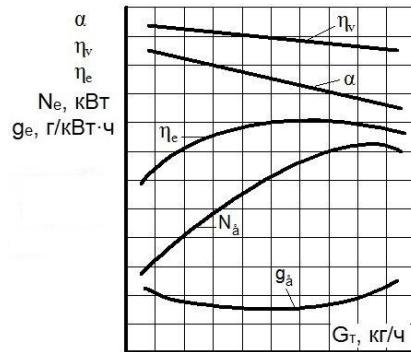

Рисунок 6 – Регулировочная характеристика карбюраторного двигателя по составу смеси
**29. Регулировочная характеристика карбюраторного двигателя по составу смеси (рис. 6) – это графическая зависимость ...**